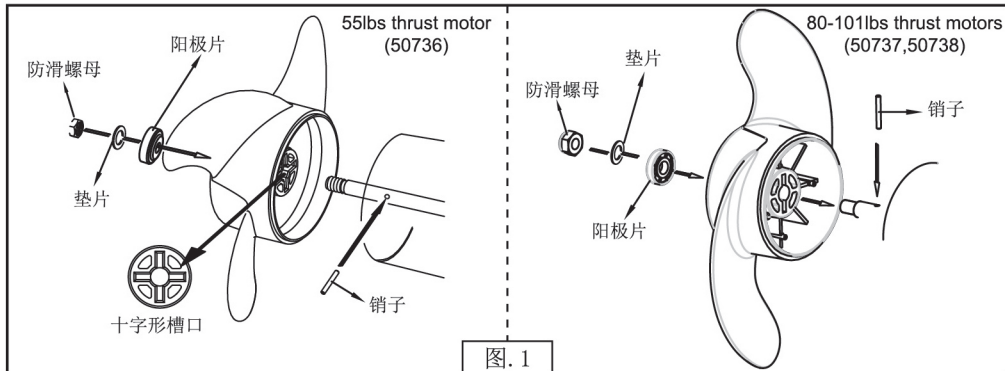

图. 1
1. 首先将螺旋桨固定销以水平方向穿进电机轴销孔内，再把螺旋桨装入电机轴上（螺旋桨背面的销槽必须与固定销对正装合）最后把阳极片、不锈钢垫片和螺母安装入电机轴上。（如图. 1）